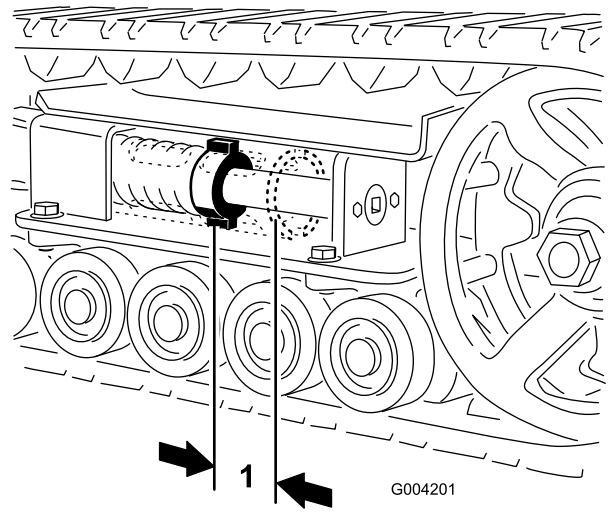

图 46
张紧螺母与张紧管背面之间应有 7cm 的距离图 46。如果不是的话请按照以下步骤调节履带张紧力
5. 使用 1/2 英寸驱动棘轮逆时针旋转张紧螺丝直到张紧螺母与张紧管图 46 背面之间的距离达到 7cm。
12. 逆时针旋转张紧螺丝直到张紧螺母与张紧管图 46背面之间的距离达到 7cm。
18. 逆时针旋转张紧螺丝直到张紧螺母与张紧管图 46 背面之间的距离达到 7cm。